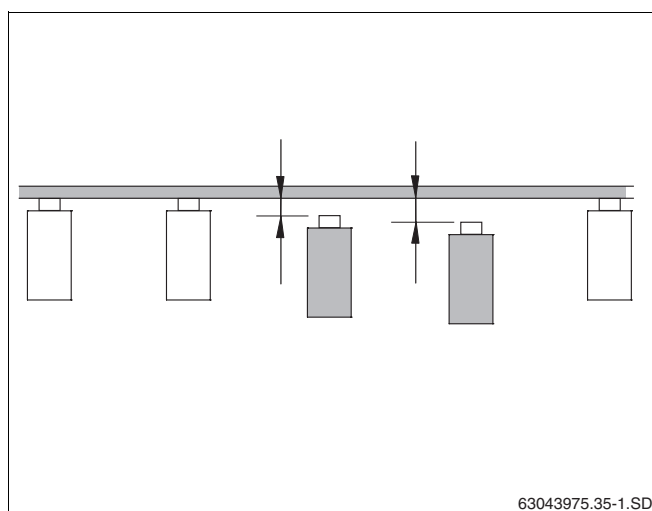

Fig. 12 Eliminazione delle differenze di livello dei travetti inclinati
- Se i travetti inclinati presentano disparità di livello, queste devono essere eliminate al momento del montaggio (fig. 12).